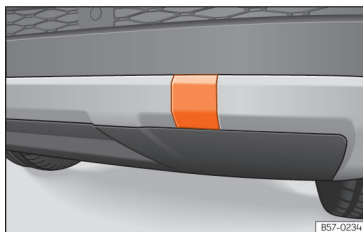

Abb. 103 Auf der rechten Seite des hinteren Stoßfängers: Abdeckung entfernen.
Die Abschleppöse wird in die hinter einer Abdeckung auf der rechten Seite des hinteren Stoßfängers befindliche Aufnahme eingeschraubt » Abb. 103. Die serienmäßig mit einer Anhängervorrichtung ausgestatteten Fahrzeuge verfügen **nicht** über eine Aufnah-
- Drücken Sie auf den oberen Bereich der Abdeckung » Abb. 103 und klinken Sie diese aus.